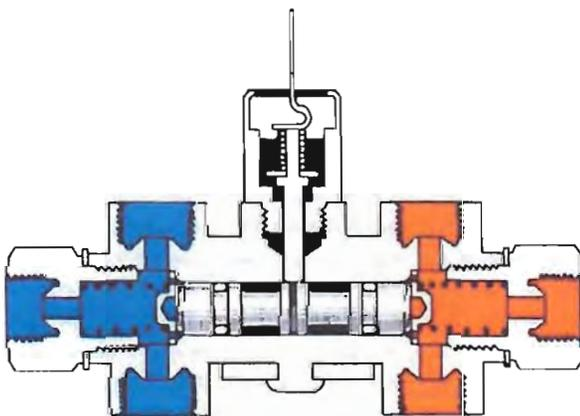

Abb. 43 Normalstellung
Druck auf beide Kolben in einer Anlage mit ungestörten Kreisen ungefähr gleich (Abb. 43). Falls sich aber beispielsweise der Druck im Sekundärkreis etwas erhöht, strebt dieser danach, die Kolben nach rechts (im Sinne der Abbildung) zu verschieben. Hierbei wird die Druckscheibe (11) angehoben und der Druck der Feder (9) wirkt dieser Verschiebung entgegen.